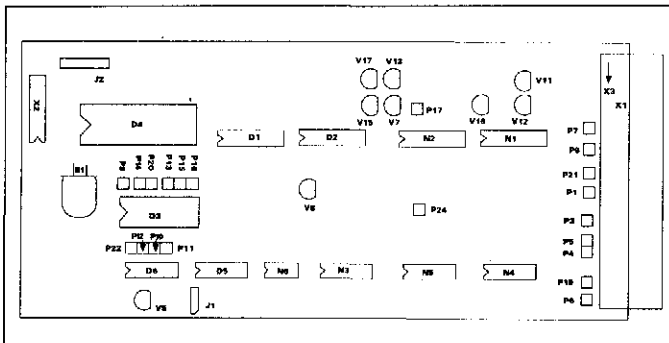
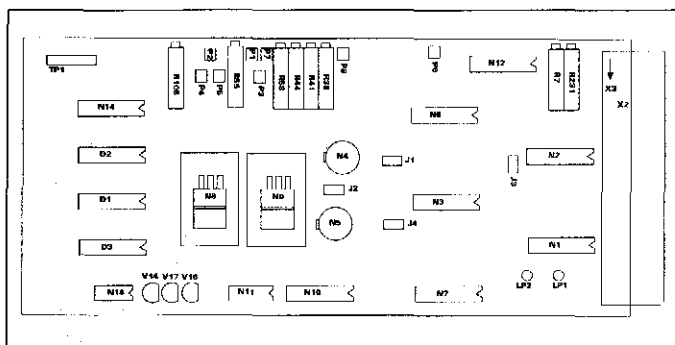
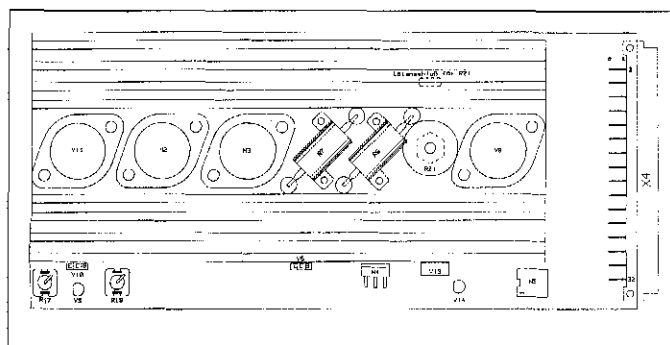

Fig. 17
Fig. 18
Fig. 19
This play can either be determined with a dial gauge or by measuring the sensor voltage between measuring points P1 and P6 on the controller pcb (RP) Fig. 18.
Ce jeu peut être déterminé soit par un instrument de mesure, soit en mesurant la tension du capteur entre les points de mesure P1 et P6 sur la carte de régulation (RP), Fig. 18.
Die Magnetlagerelektronik TCM 520 besteht aus folgenden Teilen: Netzfilter, Netztrafo, Verbindungsprint (VP) mit Steckplätzen für Reglerprint (RP), Fig. 18, Notstromprint (NP), Rechnerprint, Fig. 17 sowie dem Leistungsprint (LP), Fig. 19, dem Adapterprint (AP) zum Pumpenkabel und der eingebauten Pumpstandsteuerung TCS 303. Bei defektem Gerät können die Leistungsbaulemente ausgewechselt werden. Defekte im Regler- oder Steuerprint werden nur durch Austausch der Prints beseitigt, die nach Demontage der Frontplatte einfach zu wechseln sind.
The Magnetic Bearing Electronic TCM 520 comprises the following components: power filter, power transformer, connecting PCB (VP) with connection points for the controller PCB (RP), Fig. 18, emergency current PCB (NP), Computer PCB, Fig. 17, as well as power PCB (LP) Fig. 19, the adapter PCB (AP) for the pump cable, and the built-in Pumping Unit Control TCS 303. In the case of a defect, the power components can be replaced. Any defects in the controller or processor PCB are corrected by replacing the print boards; for this, just remove the front panel.
L'électronique de paliers magnétiques de la TCM 520 est constituée des pièces suivantes: filtre réseau, transformateur-secteur, carte de liaison (VP) avec les emplacements enfichables pour les cartes de régulation (RP) Fig. 18, carte d'alimentation en courant de secours (NP), carte calculatrice Fig. 17, carte de puissance (LP) Fig. 19, et la carte d'adaptation (AP) pour le câble de la pompe et la commande intégrée du groupe de pompage TCS 303. En cas d'appareil défectueux, les composants de puissance pourront être remplacés. Les défauts ayant à l'origine les cartes de régulation ou la carte calculatrice ne pourront être éliminés qu'en remplaçant ces cartes, facilement accessibles par le démontage du panneau frontal.